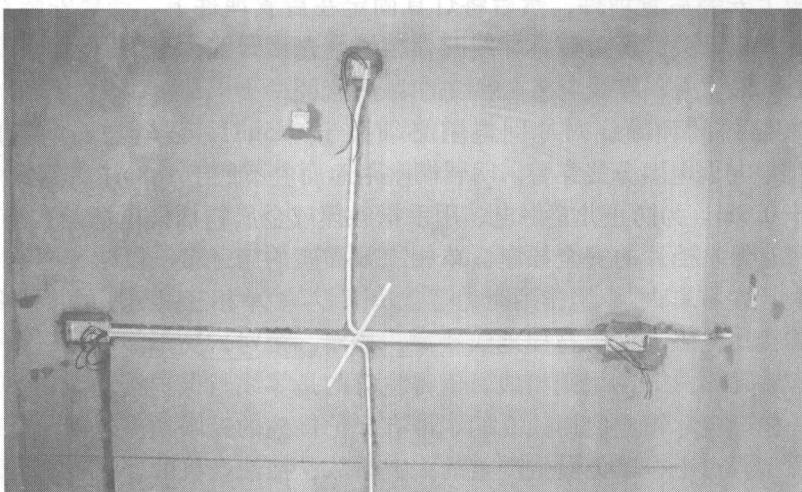

图 1-3 强、弱电要分开
(1) 设计布线时，执行强电走上、弱电在下、横平竖直。强、弱电穿管走线的时候不能交叉，要分开(图 1-3)。一定要穿管走线，切不可在墙上或地下开槽后明铺电线之后，用水泥封堵了事，给以后的故障检修带来麻烦。另外，穿管走线时电视线和电话线应与电力线分开，以免发生漏电伤人毁物甚至着火的事故。